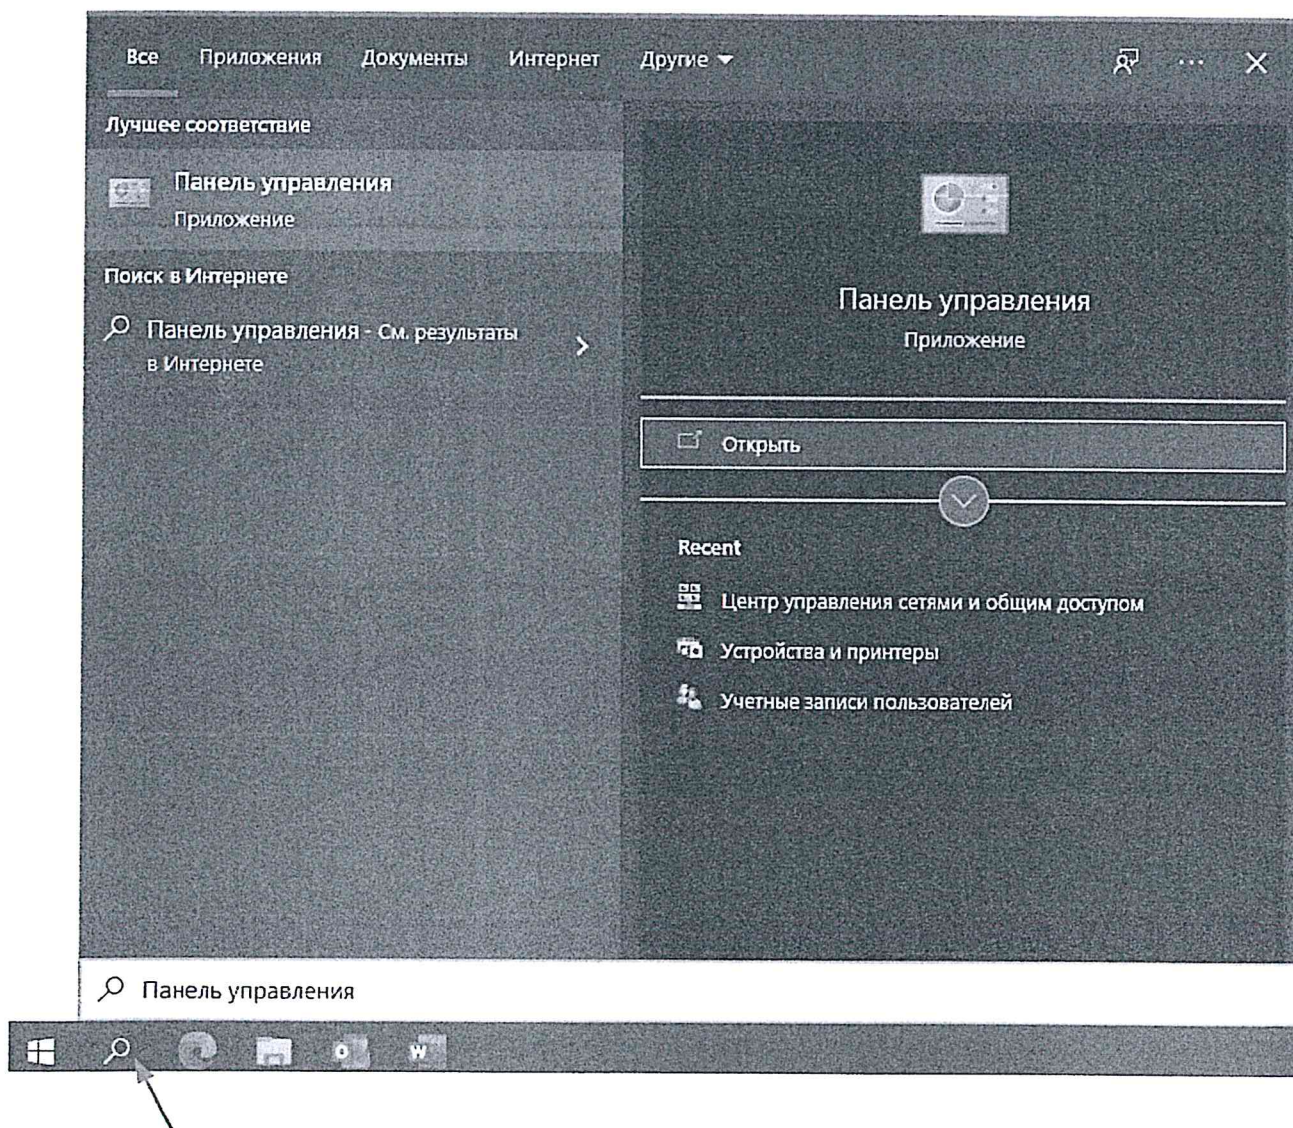

Рисунок 5 – Поиск «Панель управления»
– на панели задач, в левом нижнем углу рабочего стола ПЭВМ нажать ЛКМ по значку поиска  (рисунок 5). В появившемся окне в строке поиска ввести: «Панель управления», и однократным нажатием ЛКМ на иконке панели управления запустить ее;